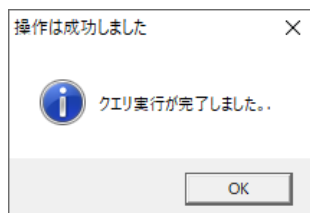

図28: 「操作は成功しました」メッセージ
- 処理が正しく行われると、「操作は成功しました」にメッセージが表示されます（図28）。